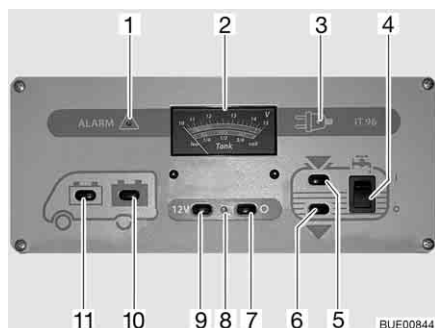

Fig. 129 Panneau de contrôle IT 96-2
L'interrupteur principal 12 V (Fig. 129,7 et 9) établit ou coupe le panneau de contrôle et l'alimentation 12 V de la cellule.
Mise en marche : ■ Appuyer sur le commutateur (Fig. 129,9) "12 V" : L'alimentation 12 V de la cellule est assurée. Le voyant de contrôle (Fig. 129,8) s'allume en vert.
Mise hors service : ■ Appuyer sur le commutateur (Fig. 129,7) "O" : L'alimentation 12 V de la cellule est coupée. Le voyant de contrôle (Fig. 129,8) s'éteint.
Observer sur l'indicateur de charge/de niveau de réservoir (Fig. 129,2), la graduation supérieure. L'indicateur s'éclaire automatiquement dès qu'un commutateur est actionné.
- Appuyer sur le commutateur (Fig. 129,11) "🚗" : La tension de la batterie de démarrage est affichée.
- Appuyer sur le commutateur (Fig. 129,10) "🔋" : La tension de la batterie de cellule est affichée.
Observer sur l'indicateur de charge/de niveau de réservoir (Fig. 129,2) la graduation inférieure. L'indicateur s'éclaire automatiquement dès qu'un commutateur est actionné.
■ Appuyer sur le commutateur (Fig. 129,5)  : Le niveau du réservoir d'eau est affiché.
■ Appuyer sur le commutateur (Fig. 129,6)  : Le niveau du réservoir d'eaux usées est affiché.
Mise en marche : ■ Commutateur à bascule (Fig. 129,4) vers le haut "I" : L'alimentation en eau est activée.
Mise hors service : ■ Commutateur à bascule (Fig. 129,4) vers le bas "O" : L'alimentation en eau est désactivée.
Le voyant d'alerte rouge "ALARM" (alarme) (Fig. 129,1) clignote dès que la charge de la batterie de cellule descend en dessous de 11 V (mesurée en marche) et qu'il y a risque de décharge profonde des batteries.
Le voyant de contrôle 12 V (Fig. 129,8) s'allume dès que l'interrupteur principal 12 V (Fig. 129,9) est enclenché.
Le voyant de contrôle jaune 230 V (Fig. 129,3) s'allume si l'arrivée du bloc électrique est sous tension de réseau.